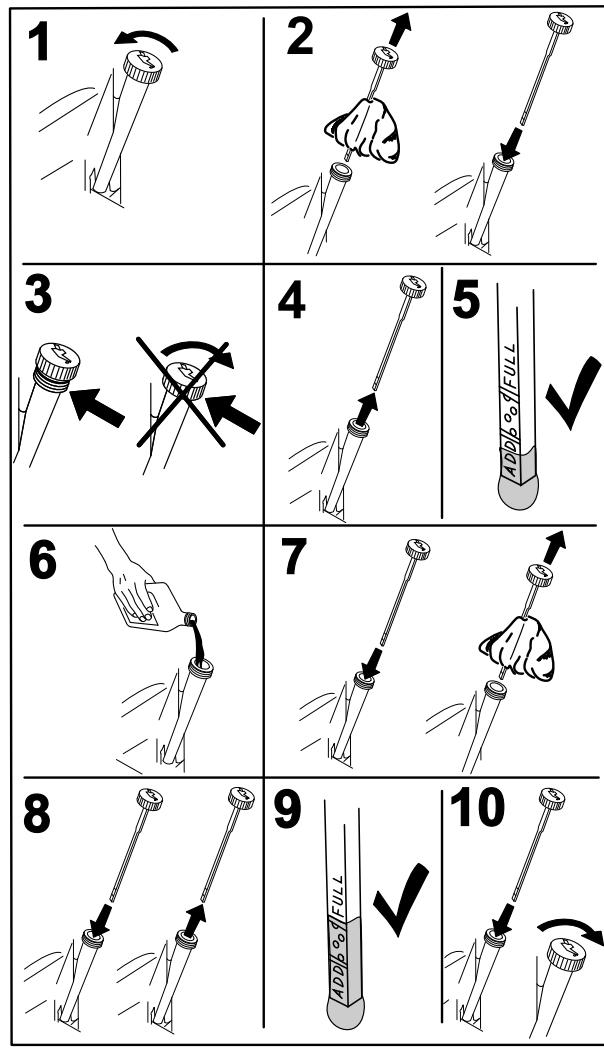

Figura 38
- Prima di scendere dal posto di guida dell'operatore, spegnete il motore, togliete la chiave di accensione e attendete che si fermino tutte le parti in movimento (Figura 38).